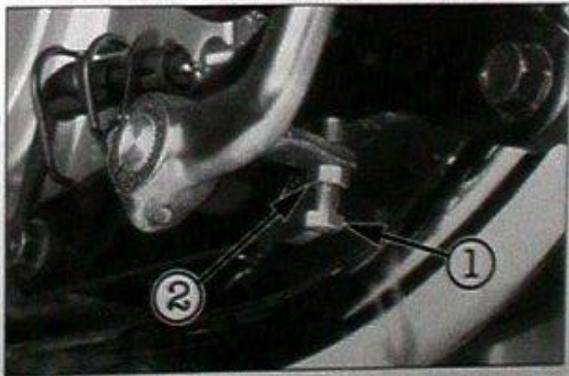

Bild 48
- Pedalhöhe nach Lockern der Gegenmutter Bild 48 und Drehen der Einstellspindel einstellen.